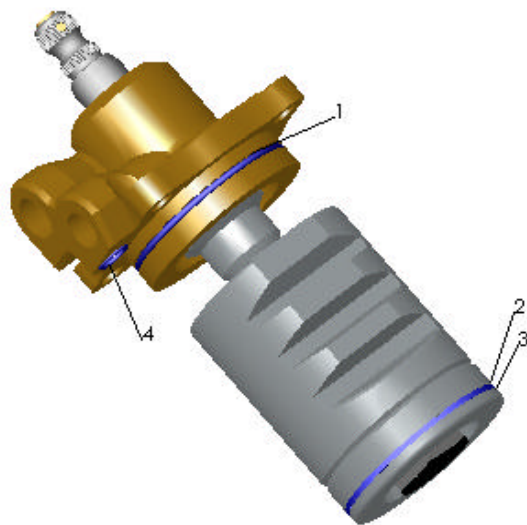

图 5
①取出上壳体-螺杆螺母组件时，避免小密封圈（下一节图 5 中所示件（4））丢失。
②取出上壳体-螺杆螺母组件时为了保证滚道内的钢球不会掉出，旋出长度即上壳体端面到螺母端面距离不超过 30mm 。
五、上壳体-螺杆-螺母组件（图 5）